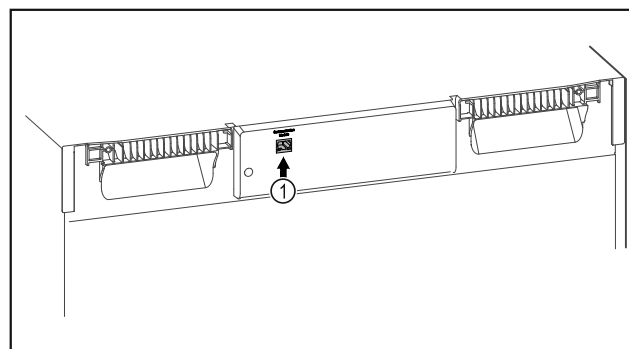

Fig. 138
- ☐ Se utiliza SmartModule Fig. 138 (1).